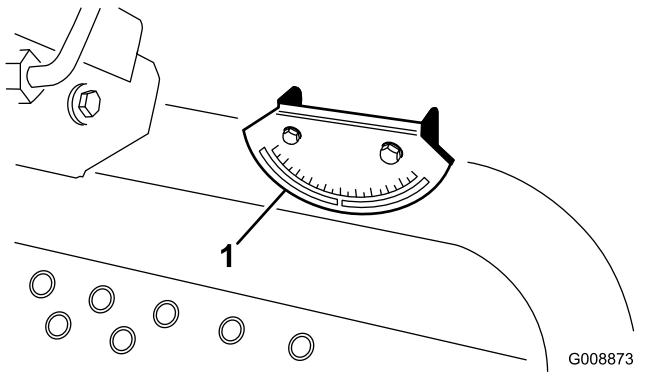

図 5
2. 機体のクロスピーム燃料タンク脇に携帯斜面計付属品を置いて、機体が水平になっていることを確認する図 5。このとき、運転席に座った状態で、機体に装着されている傾斜計の読みが 0°であれば問題ない。